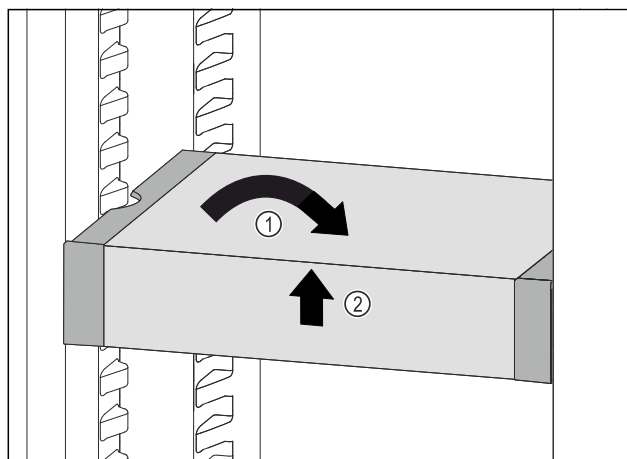

Fig. 103
- ▶ 将 VarioSafe 放平。 Fig. 103 (1)
- ▶ 抬起 VarioSafe 前部。 Fig. 103 (2)